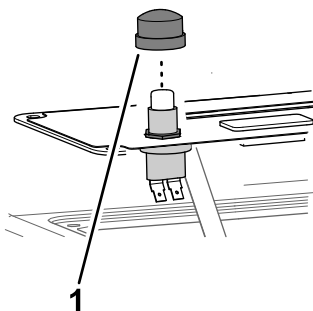

Figura 6
4. Instale la tapa del botón en el interruptor (Figura 6).